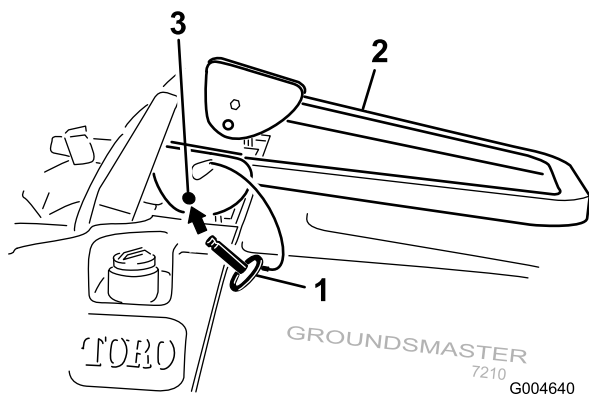

Figure 13
- Descendez l'arceau de sécurité à la position abaissée (Figure 13).